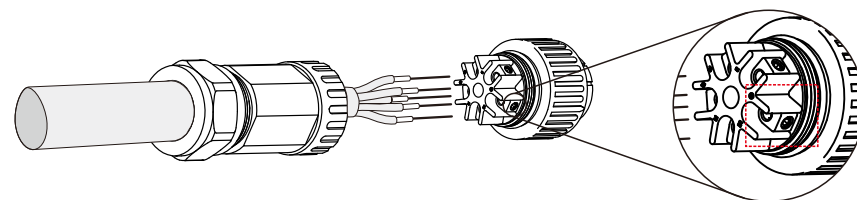

Figura 5.22 Cavo collegato
A) Spellare la guaina isolante del cavo per 70 mm, fino a scoprire il connettore con anima in rame per 9 mm. Passare il cavo attraverso il dado e il manicotto dell'elemento presa, inserire i terminali corrispondenti e serrare con una chiave a brugola (come illustrato in figura 5.22). La coppia è di 1,8-2,0 Nm.
Stringere il cavo con una chiave a brugola da 3,0 mm (l'area tratteggiata, illustrata in figura 5.22, mostra il punto esatto). La vite a brugola si stacca con facilità, non deve essere svitata completamente.